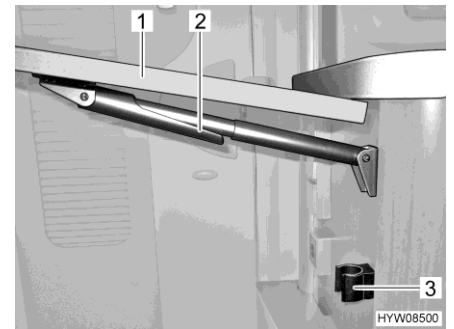

Bild 94 Thekenklapptisch wegklappen
- Thekenklapptisch (Bild 94,1) außen greifen und leicht anheben. Mit der anderen Hand die Fixierung (Bild 94,2) an der Teleskophalterung nach unten schwenken.
- Tischplatte nach unten schwenken, bis die Teleskophalterung in der Halterung (Bild 94,3) einrastet.